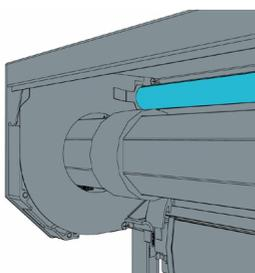

Рис. 21. Установка левой части вала с антимоскитной сеткой
- вставить левую часть вала с выступающим ПИМом в отверстие в кронштейне **M-BR-L** или ограничительную пластину **GPU** (рис. 21);